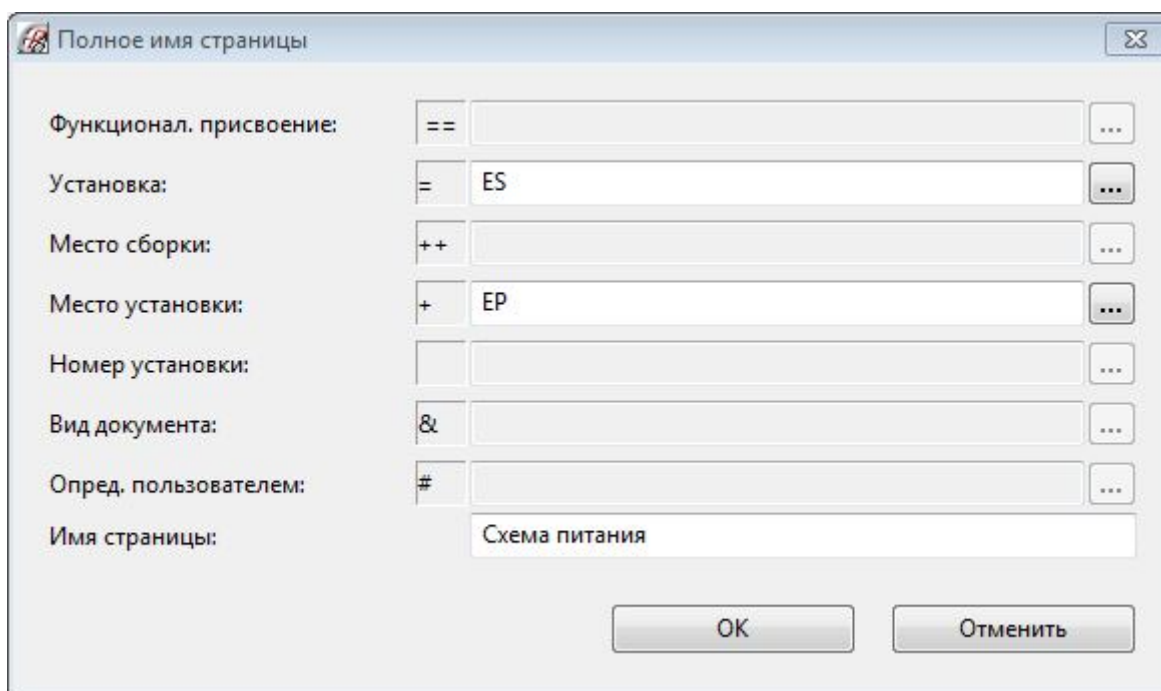

Рисунок 3.4 – Вид вікна призначення повного імені сторінки
3. У поле імені сторінки слід увести найменування схеми, наприклад, «Схема живлення». Виконані призначення показані на рис. 3.4.